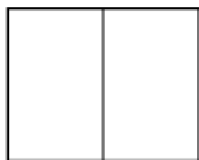

图 15-15 两个视口
- 1：图层 (LA)：将选定视口的图层特性替代重置为它们的全局图层特性。
- 2：将指定的区域水平或垂直划分为两个大小相等的视口，如图 15-15 所示。